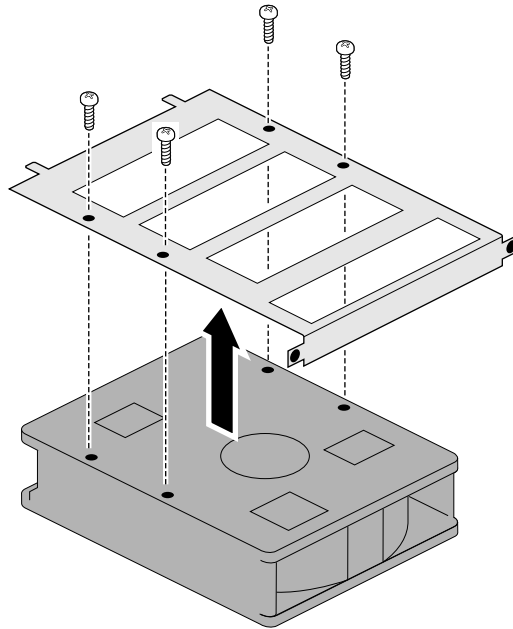

Abbildung 4-19 Abnehmen der Laufwerkshalterung
6. Lösen Sie die vier Schrauben, mit denen die Halterung an der Festplatte befestigt ist, und nehmen Sie die Halterung ab. Siehe Abbildung 4-19.